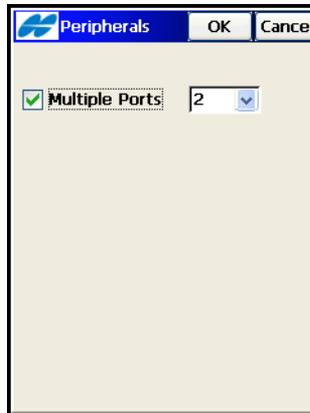

Abbildung 4-8. Peripherie
- Mit der Schaltfläche **Peripherie** können Sie die Option *Mehrfachports* aktivieren, wenn Sie Daten über verschiedene Anschlüsse der Basis für Peripheriegeräte ausgeben möchten (siehe Abbildung 4-8 auf Seite 4-9).
Im Modus mit Mehrfachports für Peripheriegeräte (siehe Abbildung 4-8) werden für die Datenausgabe möglicherweise mehrere Funkmodems angeboten.